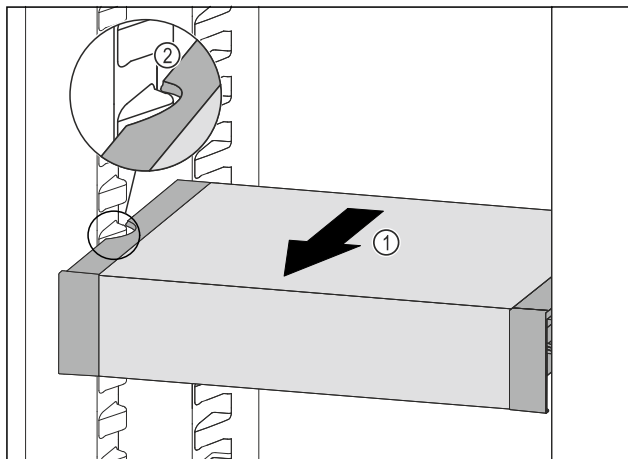

Fig. 109
- Изтеглете VarioSafe напред Fig. 109 (1), докато страничните прорези на VarioSafe се намират на височината на реброто на съда в хладилната част. Fig. 109 (2)